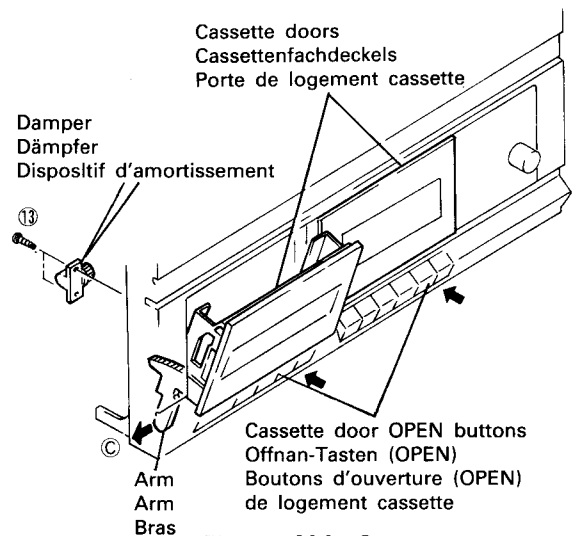

Fig. 6 Abb. 6
- Cassette Door (Fig. 6)**
9. Cassettenfachdeckel (Abb. 6)
9. Porte du logement cassette (Fig. 6)